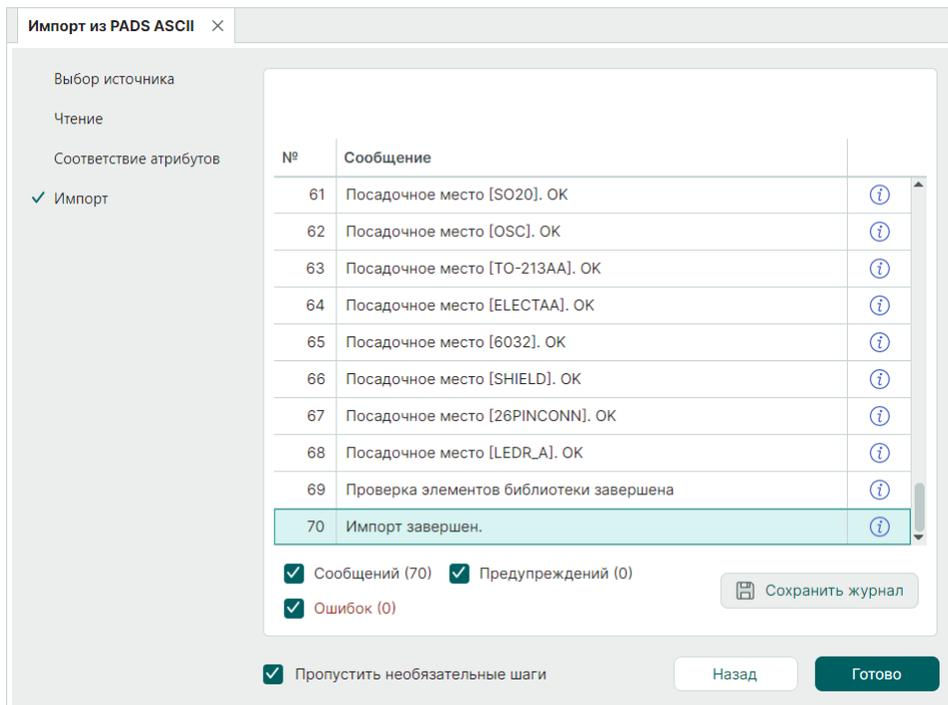

Рис. 21 Завершенный процесс импорта
7. На следующем этапе дождитесь завершения процесса импорта, см. Рис. 21.